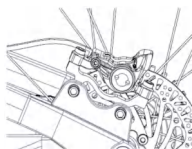

Figura 2-3 Direzione di assemblaggio del disco
- ① Installare il supporto di conversione del freno a disco anteriore/posteriore sul foro della vite di supporto (come mostrato nella Figura 2-3).
- ② Allentare le viti di fissaggio del corpo della pinza del disco per mettere il corpo della pinza del disco in uno stato di regolazione fine, quindi installare la sede di conversione sul telaio.
- ① Fissare prima la maniglia del disco.